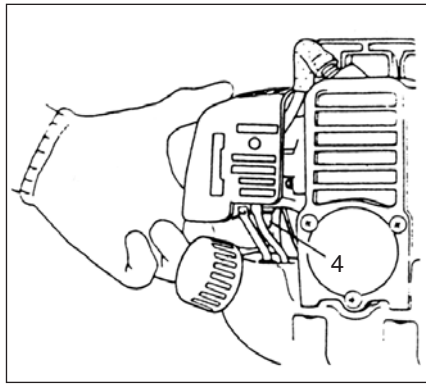
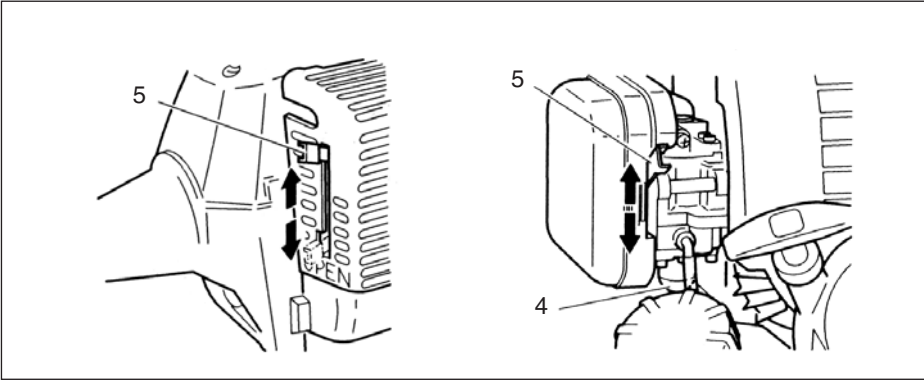

Fig.2-6
Fig.2-7
1. Fijar la llave de ignición (1) en la posición ON (encendida).
- * Presione varias veces el bulbo de cebador (4), de manera que el combustible fluya a través del bulbo o de la tubería de retorno. (Si lo tiene equipado) (Fig. 2-6, 7)
2. Con la traba de seguridad (2) presionada (si esta provista), tirar de la palanca del acelerador y empujar el bloqueo del acelerador (3), luego liberar rápidamente el acelerador y la traba de seguridad. Así quedará bloqueado el acelerador en la posición de arranque.
3. Poner la palanca del estrangulador en la posición cerrada CLOSED (5). (Fig. 2-7)